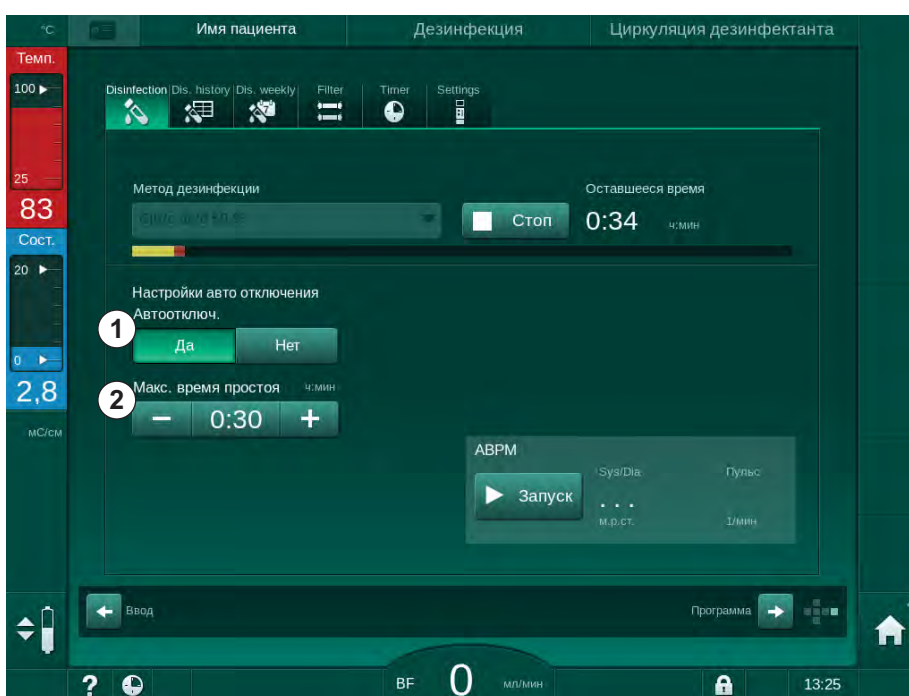

Рис. 7-15 Выполняется дезинфекция - активировано *Автоматическое выключение*
После выбора экрана дезинфекции отображаются предварительные настройки для функции *Автоматическое выключение (Да или Нет, а также максимальное время режима ожидания, если выбрано Да)*. Настройки этой функции можно изменить в любое время до или после начала дезинфекции путем нажатия на *Автоматическое выключение, Да* или *Нет* (Рис. 7-15, ①).